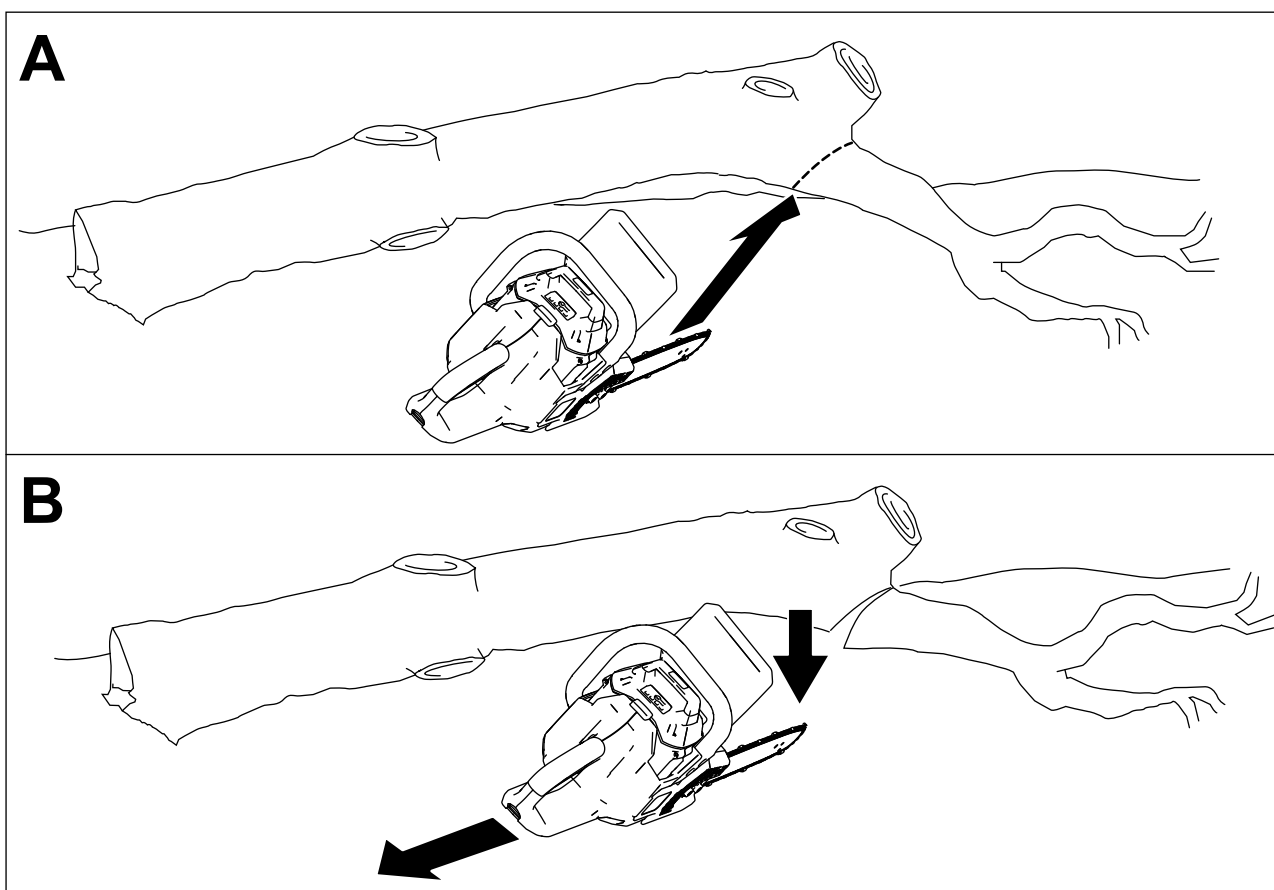

Figura 20
3. Corte las ramas más grandes que soportan el peso del árbol desde la parte inferior hacia arriba, para que las ramas no aprisionen la espada y la cadena (Figura 20).